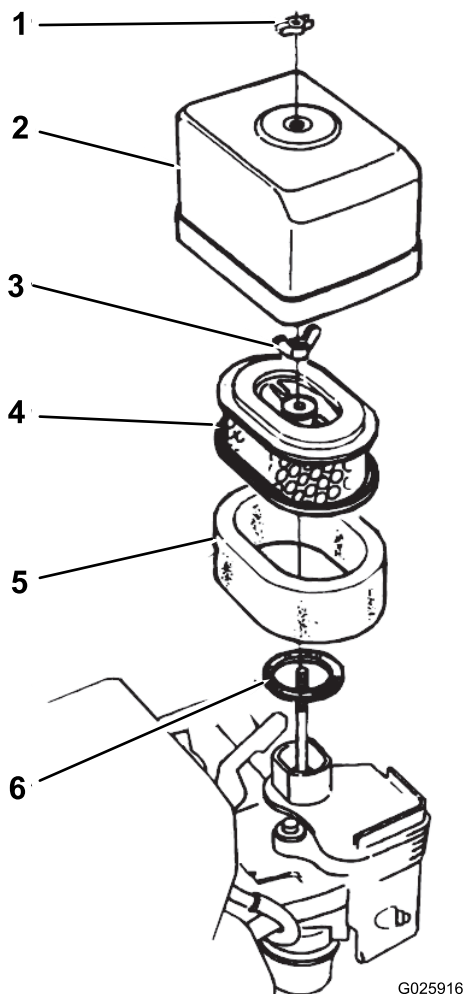

Figura 16
2. Togliete il dado ad alette che fissa il relativo coperchio al filtro dell'aria e rimuovete il coperchio (Figura 16).
4. Togliete il dado ad alette dal filtro dell'aria e rimuovete il filtro (Figura 16).
5. Togliete il filtro in schiuma sintetica dal filtro di carta (Figura 16).